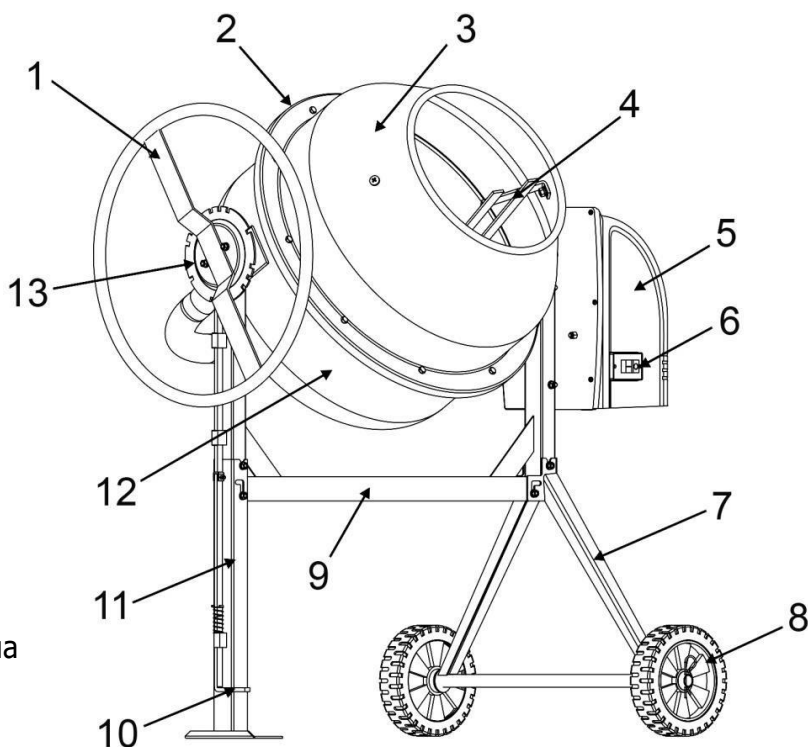
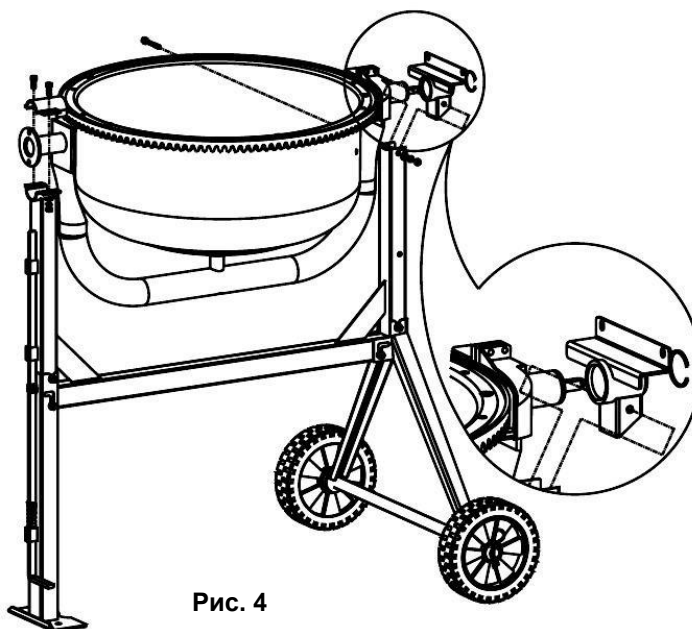

Рис. 1
Рис. 4
- Наденьте на ось колесной стойки (7)(См. Рис.1,2) по колесу с каждой стороны.
- К несущей балке (9)(См. Рис.1) присоедините дополнительную опору (11).
- Соедините раму с колесной стойкой (7)(См. Рис.1; 3). Зафиксируйте ее положение винтами (M8x70). Крепко затяните винты.
Установите опорную дугу вращения барабана на балку рамы. Зафиксируйте ее положение винтами M8x65 (См. Рис.4).
- Осторожно поместите нижний барабан (12)(См.Рис.1) на стойку, так чтобы подшипники попали в соответствующие пазы (См. Рис.4).
- Поместив верхний барабан (3)(См. Рис.1) на обод нижнего барабана (12)(См. Рис.1; 6), убедитесь в совпадении пазов и стрелок, а так же и свободном вращении лопастей внутри барабана.
- Установите колесо наклона (1)(См. Рис.1) на место крепления.
- Трансмиссия с электродвигателем закрыта защитным кожухом (5) (См. Рис.1; 8).
- Перед началом эксплуатации нового бетоносмесителя, или бетоносмесителя после продолжительного хранения, удостоверьтесь в правильном натяжении приводного ремня. Откройте крышку электродвигателя, открутив 6-ть винтов крепления кожуха (5) (См. Рис.1). Приводной ремень должен быть надет на шкив, прогиб ремня при нажатии на него пальцем в средней части должен быть в районе 0,5-1 см.
2. Нажмите на зеленую кнопку включения (6)(См. Рис.1), расположенную сбоку на защитном кожухе электродвигателя.
3. Для отключения – нажмите на красную кнопку (6)(См. Рис.1).
- Отключите электродвигатель бетоносмесителя, нажав красную кнопку выключателя (4)(См. Рис.1).
- Для выгрузки готовой смеси нажмите на педаль (10), потяните на себя
рукоятку наклона барабана (1)(См. Рис.1) и поверните барабан в нужную сторону выгрузки.